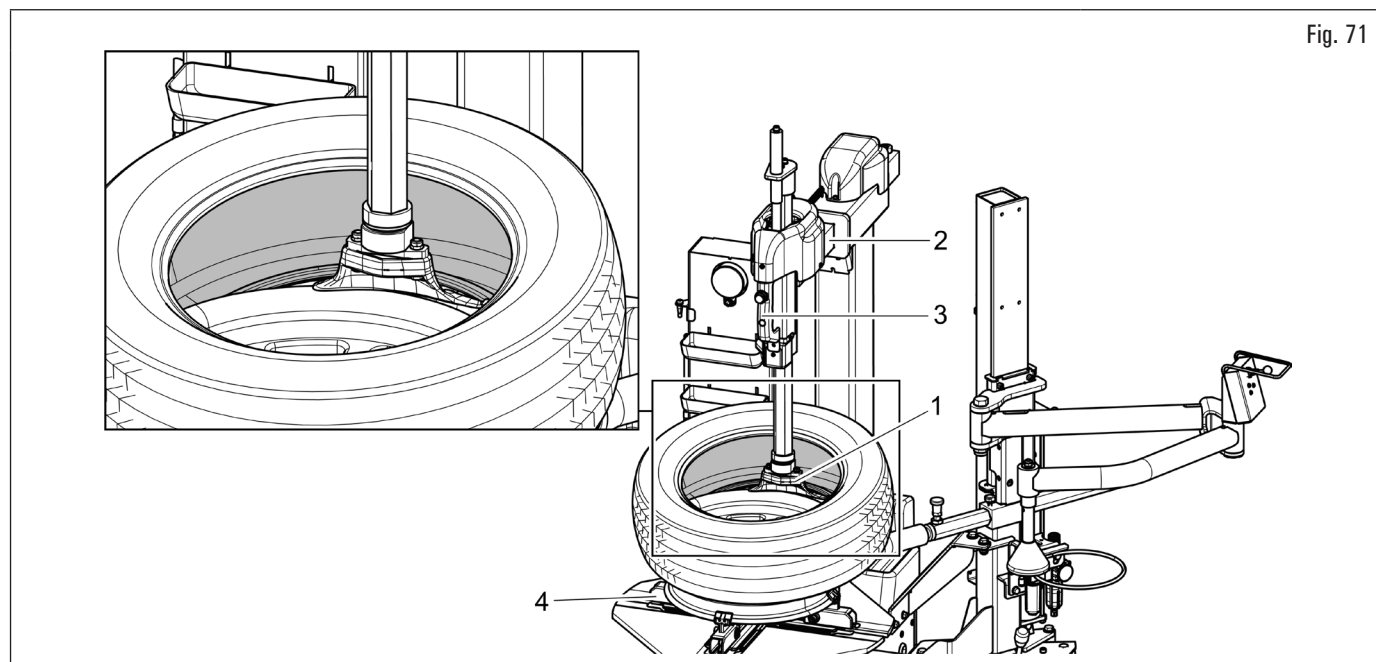

Fig. 71
5. posizionare la testa utensile (Fig. 71 rif. 1) contro il bordo del cerchione e bloccare il braccio operante (Fig. 71 rif. 2);
Se il montaggio viene fatto sulla ruota precedentemente smontata, o comunque se si opera su ruote con cerchione di uguale dimensione, non è necessario agire ogni volta sulla maniglia (Fig. 71 rif. 3) Per bloccare e sbloccare, ma è sufficiente riposizionare il braccio (Fig. 71 rif. 2).
6. guidare con le mani lo pneumatico in modo che il tallone passi sotto la parte a forma di unghia della testa utensile (Fig. 71 rif. 1) e all'esterno del suo labbro di sostegno (vedi Fig. 71 per tallone inferiore);
7. ruotare il mandrino (Fig. 71 rif. 4) in senso orario, premendo il pedale relativo e mantenendo premuto con le mani il tallone dello pneumatico nella gola interna del cerchione;